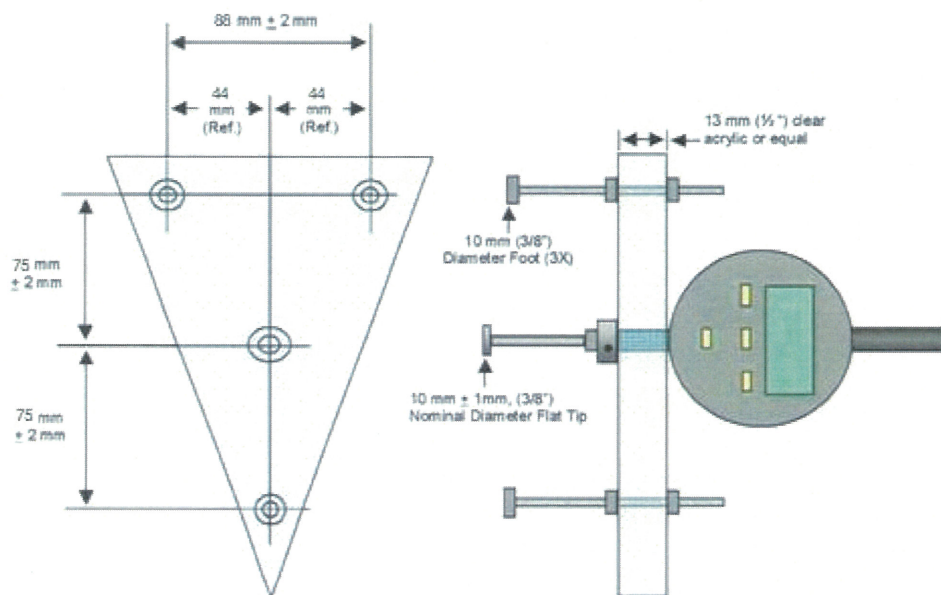

Abbildung 1: Messgerät
5. Ein mögliches Messgerät umfasst einen flachen Stützrahmen mit zwei oder drei Standfüßen und einer Vergleichsmessanzeige, mit der an bestimmten Stellen Änderungen der Oberflächenstärke gemessen werden können (siehe Abbildung 1). Das Gerät muss mit einer Mikrometer-Messanzeige ausgestattet sein, die Messungen bis nominal 25 mm in Schritten von 0,02 mm vornehmen kann.